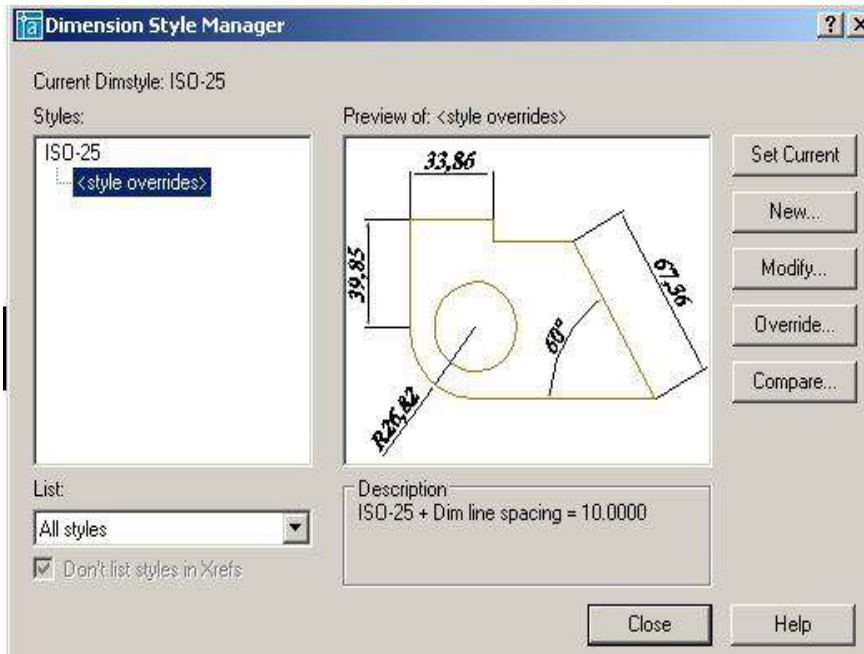

Рис. 153.
– Команда **Dimstyle** (Размерный стиль) обеспечивает работу с размерными стилями с помощью диалогового окна **Dimension Style Manager** (Диспетчер размерных стилей), представленного на рис. 153. Вызывается из падающего меню **Dimension** (Размеры) → **Style...** (Стиль...) или щелчком мыши по пиктограмме **Dimension Style** (Размерный стиль) панели инструментов **Dimension** (Размеры).